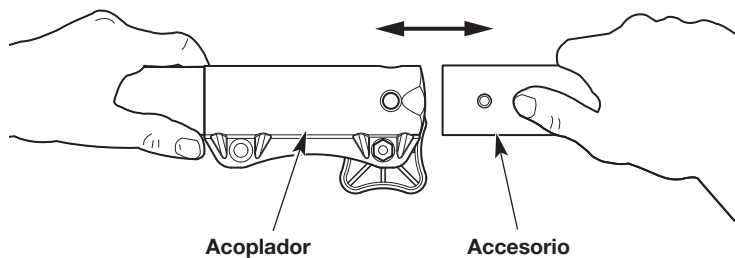

Fig. 3
4. Tire del accesorio directamente hacia fuera del acoplador (Fig. 3).